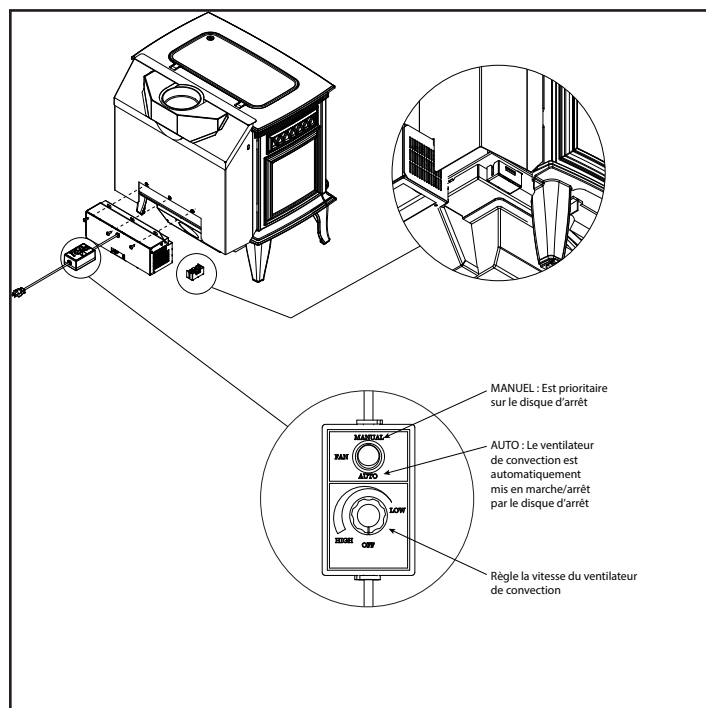

Figure 17.1
2. Alignez les trous de la bride de montage du ventilateur avec les trous sur l'appareil. Le ventilateur refoulant doit être placé sur le côté inférieur arrière du revêtement extérieur, comme illustré à la **figure 17.1**